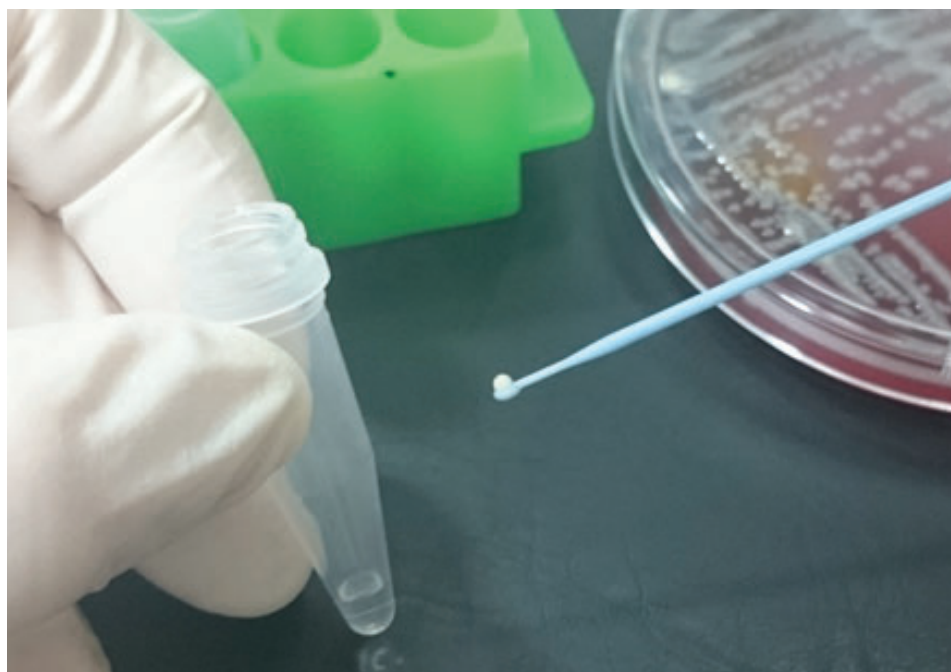

Figura 3 Ejemplo para ilustrar una cantidad típica suficiente de muestra
- Con cada muestra, recoger varias colonias bacterianas morfológicamente similares (si es posible) a fin de no seleccionar una variante atípica llenando adecuadamente un (1) asa de inoculación (1 μL). Tenga cuidado de garantizar una cantidad de muestra suficiente (consulte la Figura 3).